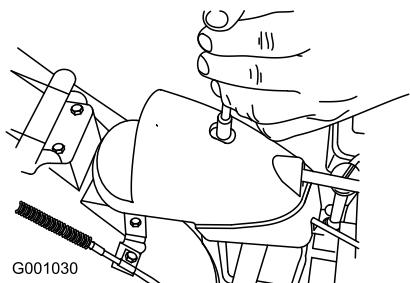

Figure 59
1. Retirez la fixation du couvercle du secteur denté (Figure 59), soulevez l'avant du couvercle et faites-le coulisser en arrière de façon à l'écartier.